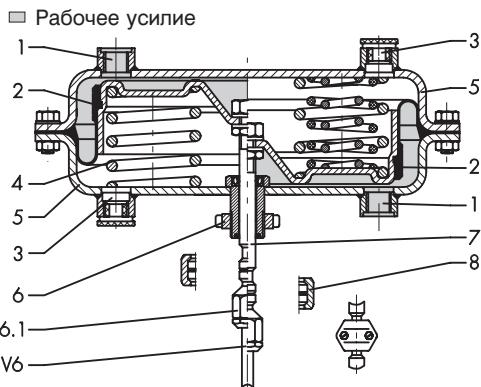
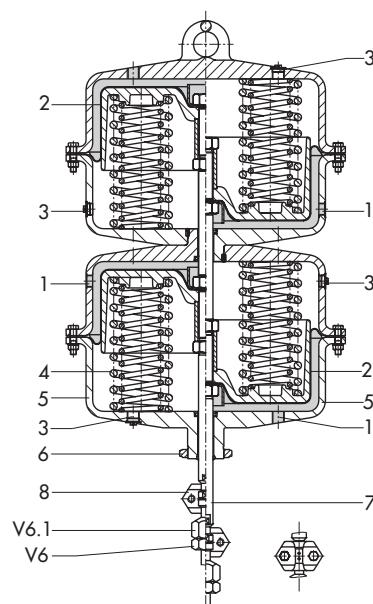

Рис. 4 · Сечение привода тип 3271 (справа мембрана снабжена дополнительными пружинами)
Рис. 6 · Сечение сдвоенного привода
**Тип 3271 · Пневматический сдвоенный привод** (рис. 6) имеет действующую поверхность мембраны 2 x 2800 см2.
**Сдвоенный привод** (рис. 6) состоит из 2-х жестко связанных приводных мембранны. Вследствие этого развивается удвоенное усилие регулирования по сравнению с простым (рис. 4) приводом.